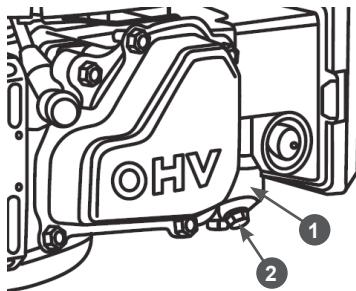

Рис. 21 Слив топлива из карбюратора
1. Установите под карбюратор 1 подходящую емкость (Рис. 21).
2. Открутите болт 2 слива топлива из поплавковой камеры карбюратора (Рис. 21).